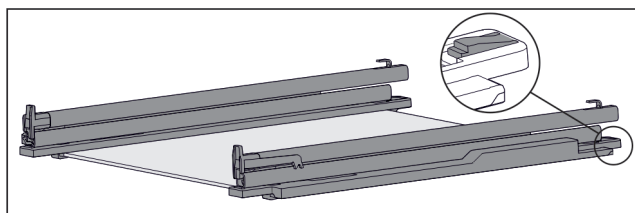

Fig. 133 Ripiano in vetro con guide e fermi
- Premere il fermo sul lato posteriore (vedere Fig. 133) e allo stesso tempo spingere la guida all'indietro.